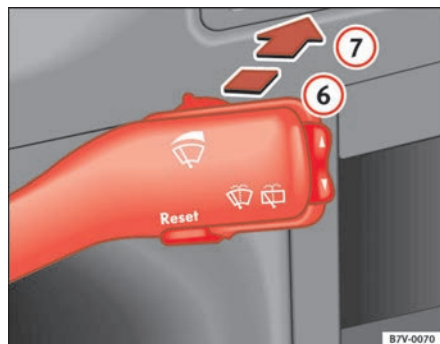

Fig. 80 Palanca del limpiacristales: limpiacristales
- Empuje la palanca hacia delante hasta el encastre ⇒ fig. 80 ⑥. El limpiacristales funciona en intervalos de 6 segundos.
- Presione la palanca completamente hacia delante hasta la posición ⇒ fig. 80 ⑦. El limpiacristales comienza a funcionar inmediatamente mientras que el limpiacristales lo hace un poco más tarde y seguirán funcionando mientras mantenga la palanca en esta posición.